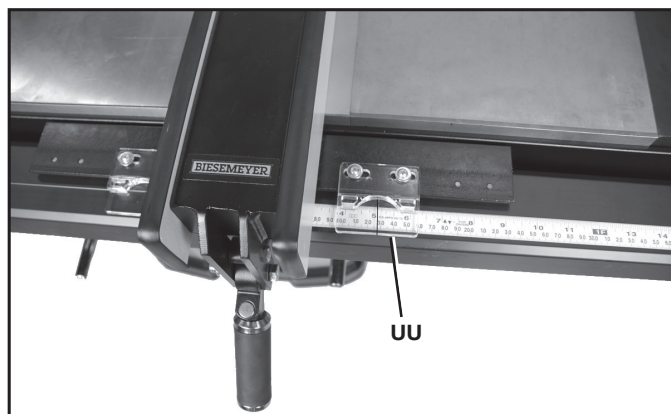

FIG. 27
2. Coloque el indicador derecho (UU), Fig. 27, en cero y ajuste el equipo del indicador.